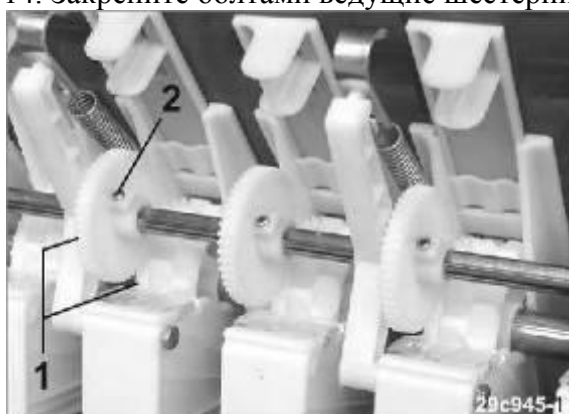

Рис.108
13. Приведите в зацепление зубья (Рис. 108/1) ведущей шестерни и высевающих катушек техколей.